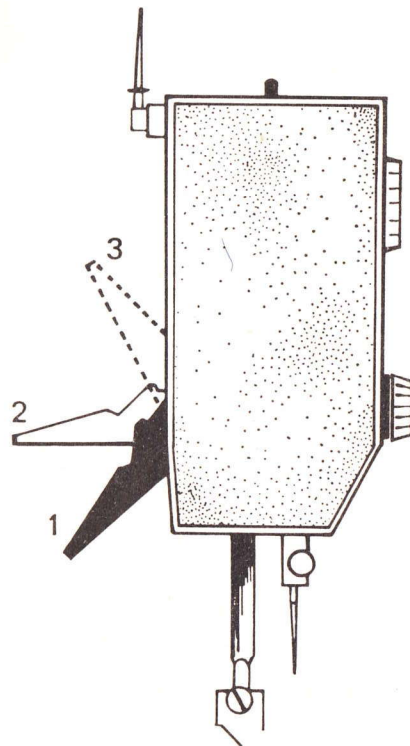

Abb. 16
15. Heraufholen des Unterfadens (Abb. 16, 17, 18 und 19)